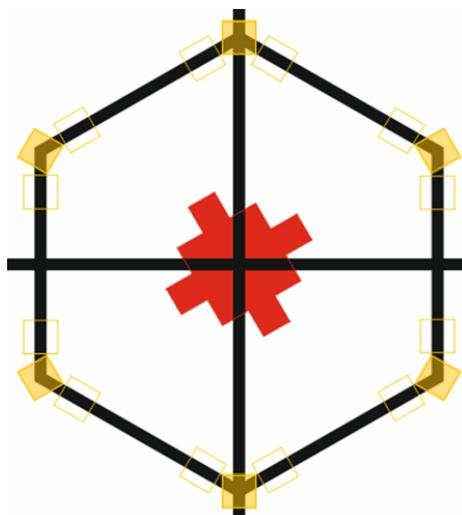

Рис. 14. Фиксированное положение баков на шестиугольнике
- 7.3 Некоторые организаторы могут захотеть расположить баки для переработки отходов в среднюю позицию площадки в каждом углу шестиугольника (см. рис. 14). Это упростит навигацию на шестиугольнике.